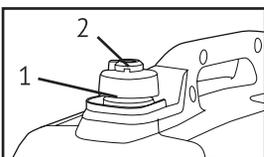

Рис. 8
После полного охлаждения двигателя поверните воздушный клапан (2) крышки топливного бака (1) в положение «ВЫКЛ./OFF», (рис. 8) (для моделей ННУ 1050, ННУ 2050Si и ННУ 3050Si).